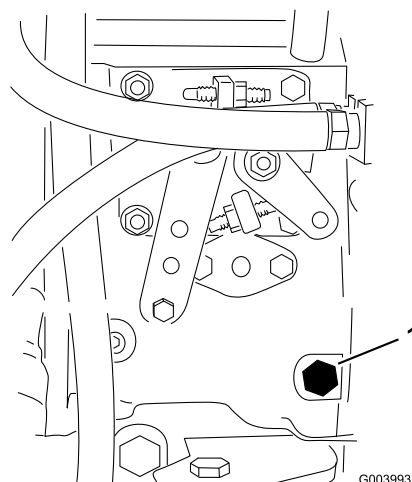

Figura 36
- Abra el tornillo de purga de aire de la bomba de inyección de combustible (Figura 36) con una llave de 12 mm.